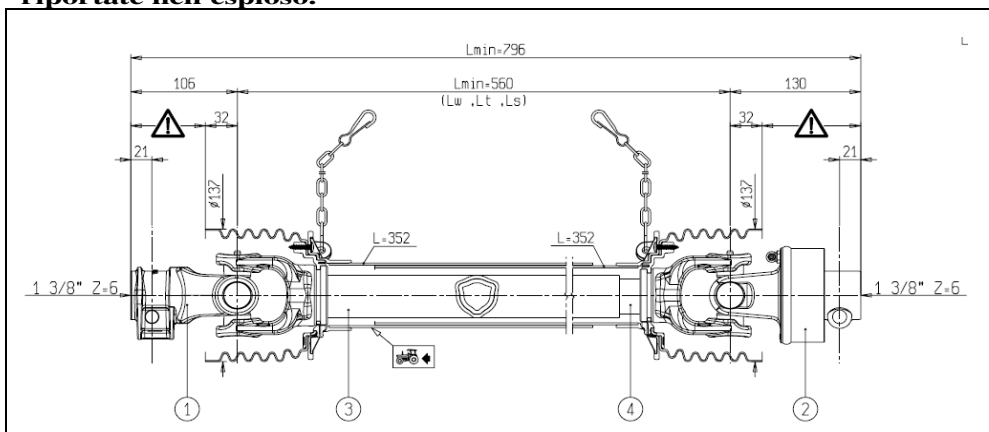

fig. 10
7. Disinserire sempre la presa di forza quando l'albero cardanico fa un angolo troppo aperto. (Vedi fig.10)
Collegare, infine, l'attacco al terzo punto superiore e regolare il tirante, verificando che il bio-tritratore risulti perfettamente orizzontale. (V. Fig 10)